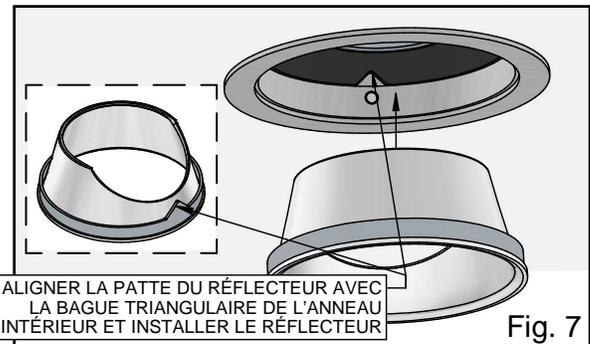

Fig. 7
9. Une fois le luminaire correctement réglé, réinstaller la garniture inférieure en alignant la patte de l'anneau réflecteur avec l'encoche triangulaire de la bague intérieure du luminaire (illustré à la fig. 7). Une fois ces éléments alignés, insérer le réflecteur dans le luminaire de façon à ce que la surface de la bride inférieure du réflecteur affleure la bride de la garniture. (REMARQUE : La garniture inférieure est maintenue en place avec des aimants. Lors de l'installation de la garniture inférieure, les aimants doivent aider à tirer le réflecteur vers le haut dans le luminaire.)